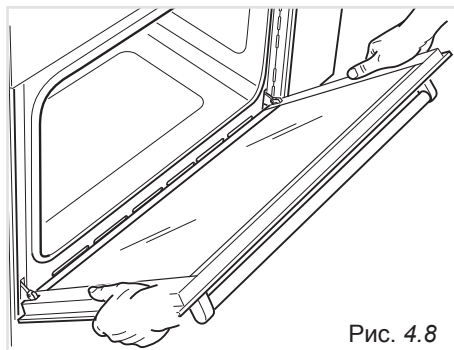

Рис. 4.8
- Возьмитесь за дверцу, как показано на Рис. 4.8.